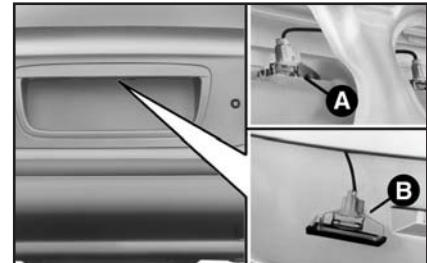

рис. 25
## ФОНАРЬ ОСВЕЩЕНИЯ НОМЕРНОГО ЗНАКА (рис. 25)
2) Извлеките патрон, поддев его отверткой в точке **A** (рис. 25).